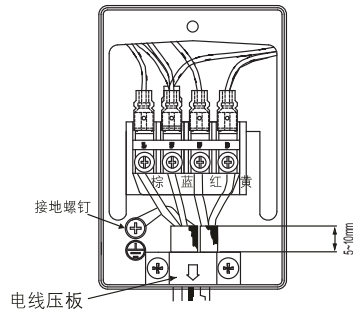

图 24
- (1) 把室外机组中连接电缆按图24所示正确地牢固连接。(紧固力矩8-15kgf·cm)
- (2) 用电线压板将连接电缆用螺钉紧固。(电线压板固定时，所示箭头必须向下)
- (3) 必须将黄/绿线如图24所示接至前面板带有“⊕”标志的接地螺钉上。
- (4) 连接电缆不可以碰铜管的裸露部分及截止阀。